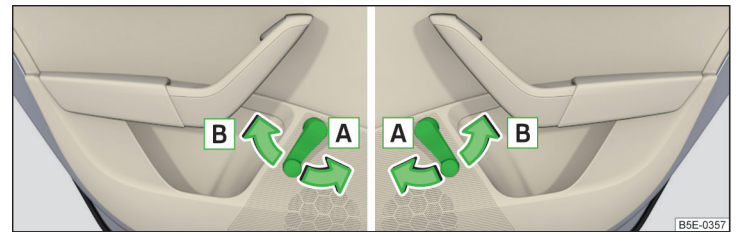

Abb. 56 Fensterbedienung: links/rechts
- Zum **Öffnen** die Kurbel in Pfeilrichtung **A** drehen » Abb. 56.